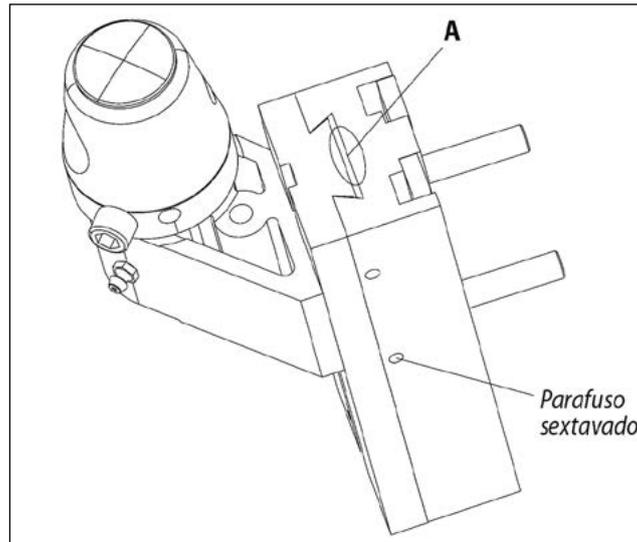

Figura 5-8-2
A haste e base do espelho retrovisor externo esquerdo são conectados em forma de cunha, conforme mostrado na posição "A" na Figura 5-8-2.
1. Conforme mostrado na Figura 5-8-2, antes de iniciar a instalação do espelho retrovisor, afrouxe os parafusos sextavados
5. Instale os parafusos sextavados indicados na Figura 5-8-2.